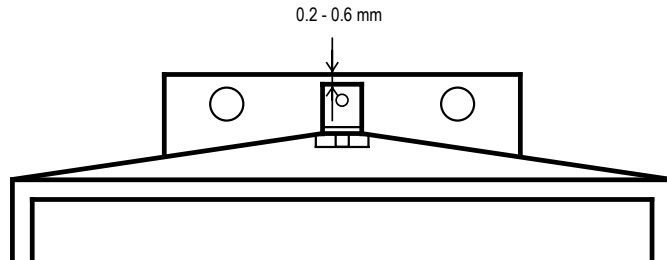

Fig. 6
*Der Steg der Hahnkupplung muss genau parallel zu den Seitenkanten des KFT Titrinos liegen, siehe Fig. 6.*